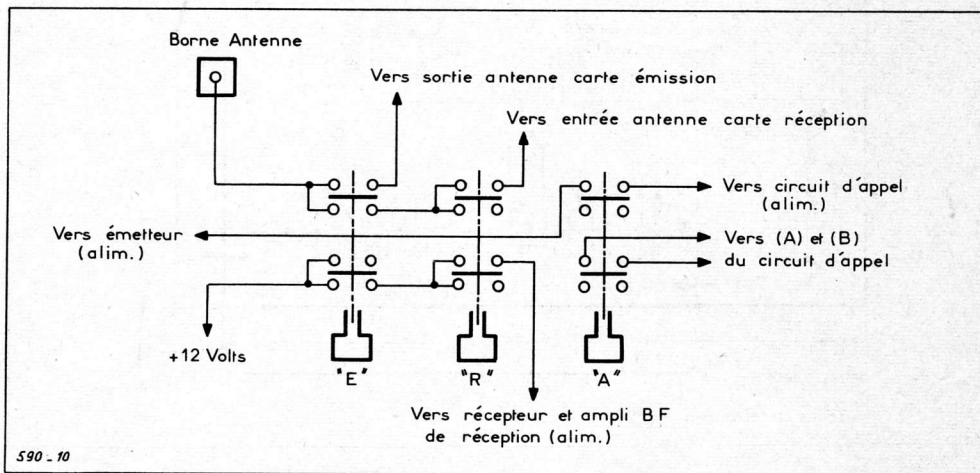

Fig. 10
- mise en marche du circuit d'appel, pour appel simple ou télégraphie modulée... et c'est tout! en effet, les circuits BF sont différents à l'émission et à la réception et par conséquent il n'y a aucune raison de les commuter. Le schéma fort simple de ce dispositif (cf. figure 10) montre la possibilité d'employer un tout petit commutateur à trois touches, avec si possible une touche « APPEL » sans retenue mécanique afin de pouvoir manipuler (télégraphie) rapidement ce qui n'est pas facile avec une commutation à blocage; il faut donc avoir un commutateur avec deux touches à blocage (pour « ÉMISSION » et « RÉCEPTION ») et une touche libre pour l'appel et la CW.